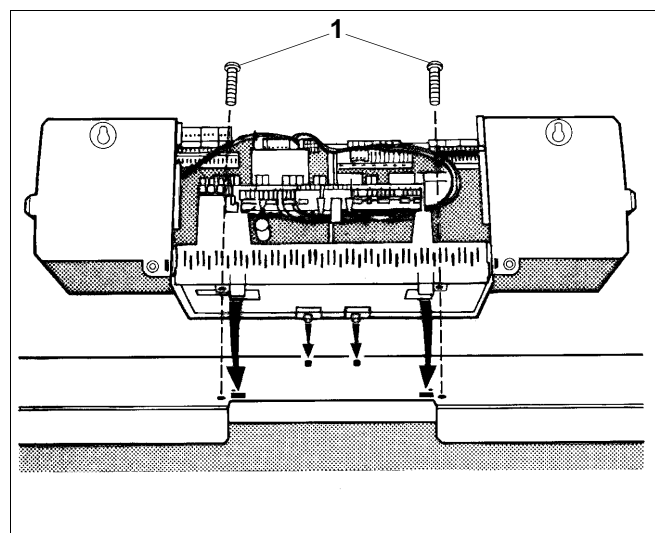

Fig 57 Fixer l'appareil de régulation;
- Basculer la régulation légèrement en avant en la plaçant de sorte que les crochets à emboîtement sur la partie inférieure à l'avant de l'appareil de régulation soient introduits dans les trous de forme ovale. Tirer la régulation vers l'avant et basculer en arrière jusqu'à ce que les deux crochets élastiques s'enclenchent à droite et à gauche (flèches - fig. 57).
- Fixer la régulation à l'arrière à droite et à gauche dans le passage des câbles avec deux vis (fig. 57, **pos.1**) sur le capot avant de la chaudière.